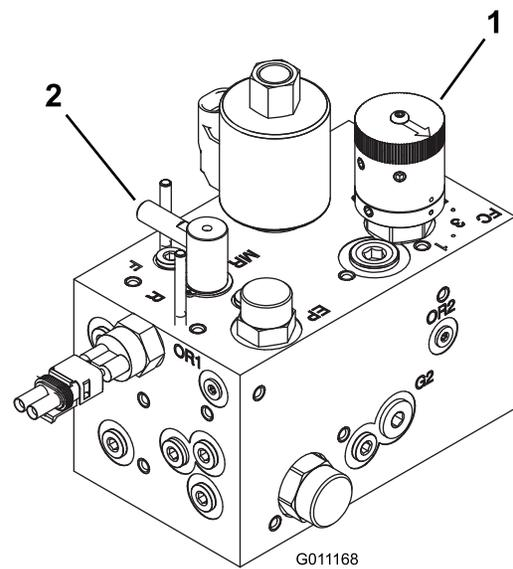

Figura 49
3. Gire o botão de controle de velocidade do cilindro (Figura 49) para o número de velocidade do cilindro determinado na Etapa 1.